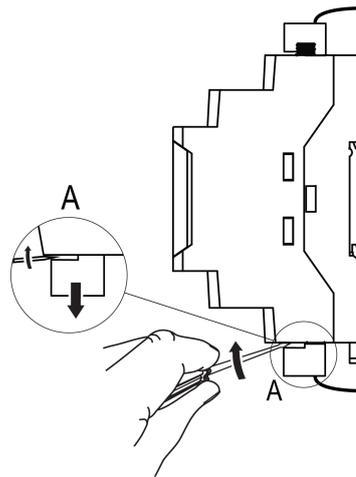

Abb. 5.3 Schneller Austausch
3. Entfernen Sie alle abnehmbaren Klemmleisten mit bestehender Verdrahtung mittels Schraubenzieher oder einem ähnlichen Werkzeug (siehe Abb. 5.3).